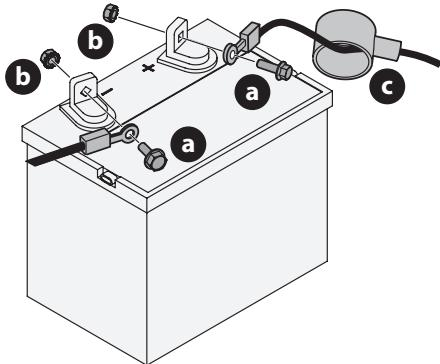

Figura 13
1. Retire la cubierta plástica, si está presente, del terminal positivo de la batería. Conecte el cable rojo al terminal positivo de la batería (+) utilizando el perno (a) y la tuerca hexagonal (b) (Figura 13).
2. Coloque el capuchón de goma rojo (c) sobre el terminal positivo de la batería para protegerlo contra la corrosión (Figura 13).
3. Retire la cubierta plástica, si está presente, del terminal negativo de la batería y conecte el cable negro al terminal negativo de la batería (-) utilizando el perno (a) y la tuerca hexagonal (b) (Figura 13).